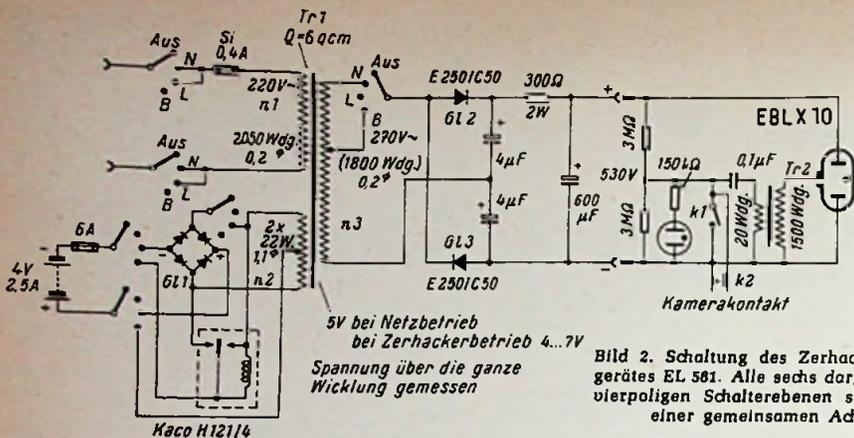

Bild 2. Schaltung des Zerkhacker-Blitzgerätes EL 581. Alle sechs dargestellten vierpoligen Schalterebenen sitzen auf einer gemeinsamen Achse
Nach dieser abschweifenden, aber vielleicht doch ganz interessanten Betrachtung kommen wir nun zu der eigentlichen Bauanleitung. Gewählt wurde ein Zerkhacker-Blitzgerät, für dessen Aufbau große Erfahrungen und zweckmäßige Einzelteile vorhanden sind. Das Gerät wurde in eine große Fototasche eingebaut (Bild 1), die außerdem noch genügend Platz bietet, um die Kamera selbst unterzubringen, so daß man auf Reisen alles geschlossen beieinander hat. Die Schaltung ist in Bild 2 dargestellt. In der unteren Schalterstellung B = Blitzen wird die Spannung eines 4-V-Akkumulators für Blitzgeräte von der Firma Sonnenschein durch einen Kaco-Zerkhacker in Wechselspannung umgeformt. Sie liegt an der Wicklung n 2 des Übertragers, wird in n 3 auf ca. 270 V hochtransformiert, in einer Spannungsverdopplerschaltung gleichgerichtet und ladet dann den 600-μF-Blitzkondensator auf rund 530 V auf. Das Gerät hat also einen Nennwert von
- 1 Universal-Transformator 220 V/250 V/4 V, Daten siehe Bild 2
- 1 Niederspannungs-Gleichrichter (G1 1 in Bild 2) Brückenschaltung, 20 V/0,5 A
- 2 Flachgleichrichter (G1 2, G1 3 in Bild 2), Typ E 250 C 50, Siemens